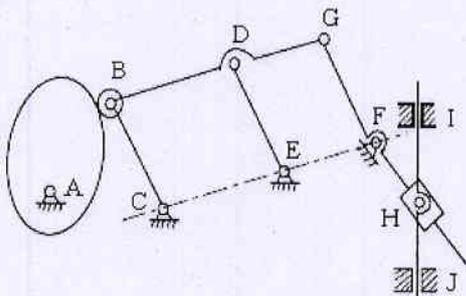

图 1 (题二、1 图)
1. (15分) 如图 1 所示的平面机构，已知： $BC \parallel DE \parallel GF$ ，且  $BC = DE = GF$ ，试计算此机构的自由度。若存在复合铰链、局部自由度及虚约束，请指出。